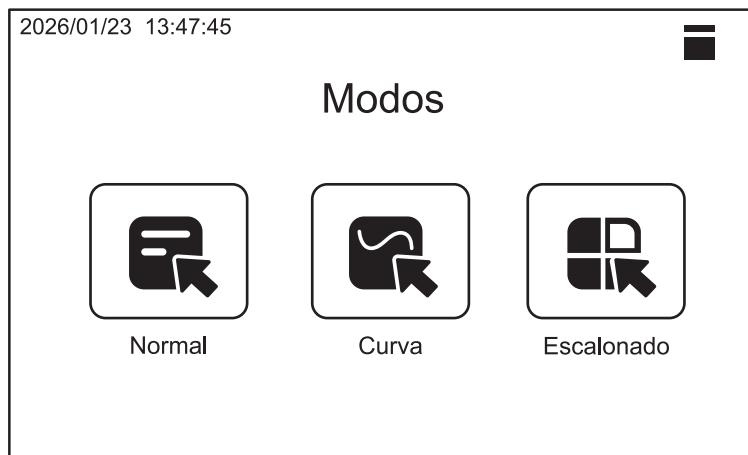

Figura 9.
- a) Pulse el botón “**Modos**” para abrir la ventana de selección de Modo (Figura 9).